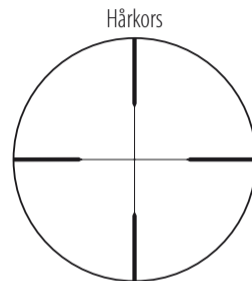

Bild 3
(1) Fokusering
- 1 Titta genom okularet med ögat cirka 4 tum (10 cm) från okularet för att se hårkorset (Bild 3).